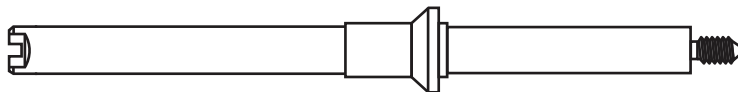

図 13    取り付けポスト（G4513-20561）
- インジェクタ取り付けポスト（G4513-20561、図 13）を GC 注入口カバーのねじ山の刻まれた結合部に取り付けます。間違ったポスト（7683B ALS 取り付けポストなど）を使用すると、インジェクタは機能しません。このキットに付属の取り付けポストでは、G4513A インジェクタのみサポートされています。